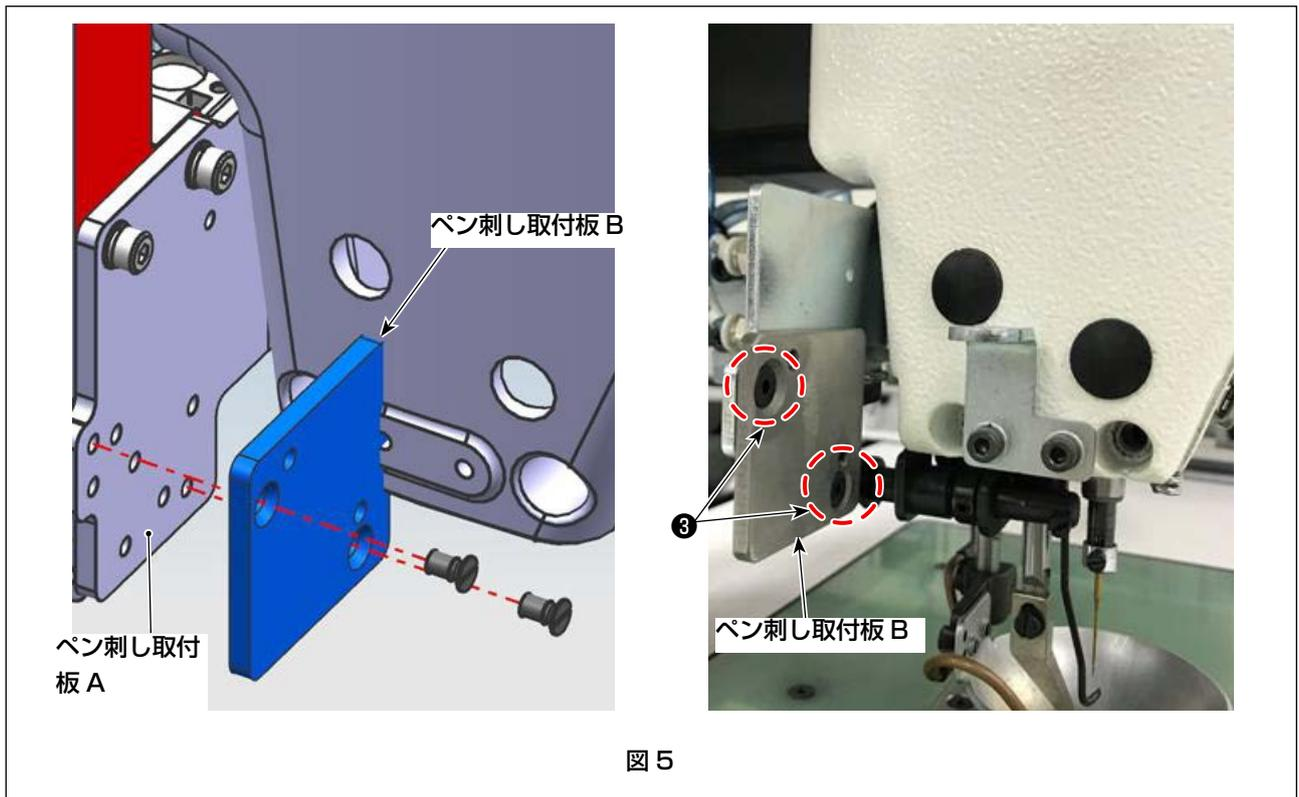

図 5
2.5mm の六角棒スパナを使い、皿ねじ③ 2 本で ペン刺し取付板 A をペン刺し取付板 B に取り付けます。(図 5)